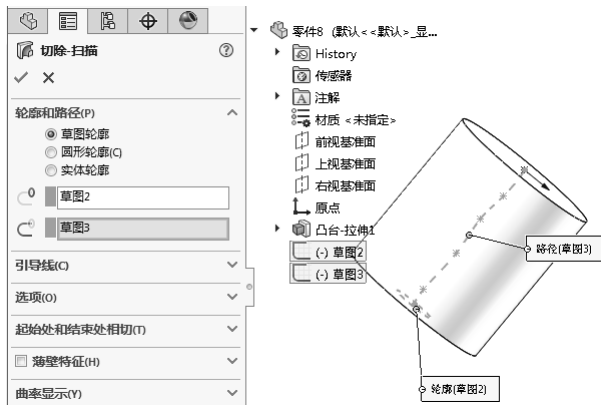

图 5-102 “切除-扫描”属性管理器
- 4) 弹出“切除-扫描”属性管理器，同时在右侧的图形区中显示生成的切除扫描特征，如图 5-102 所示。